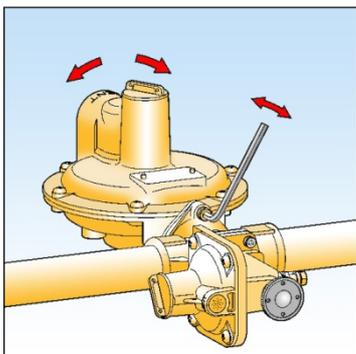

Fig. 2
8. Para instalar a reguladora em espaços apertados pode ser necessário girar o corpo da reguladora. Para isto é preciso tirar os dois parafusos, girar o corpo da reguladora e então recolocar os parafusos. Veja Fig. 2.